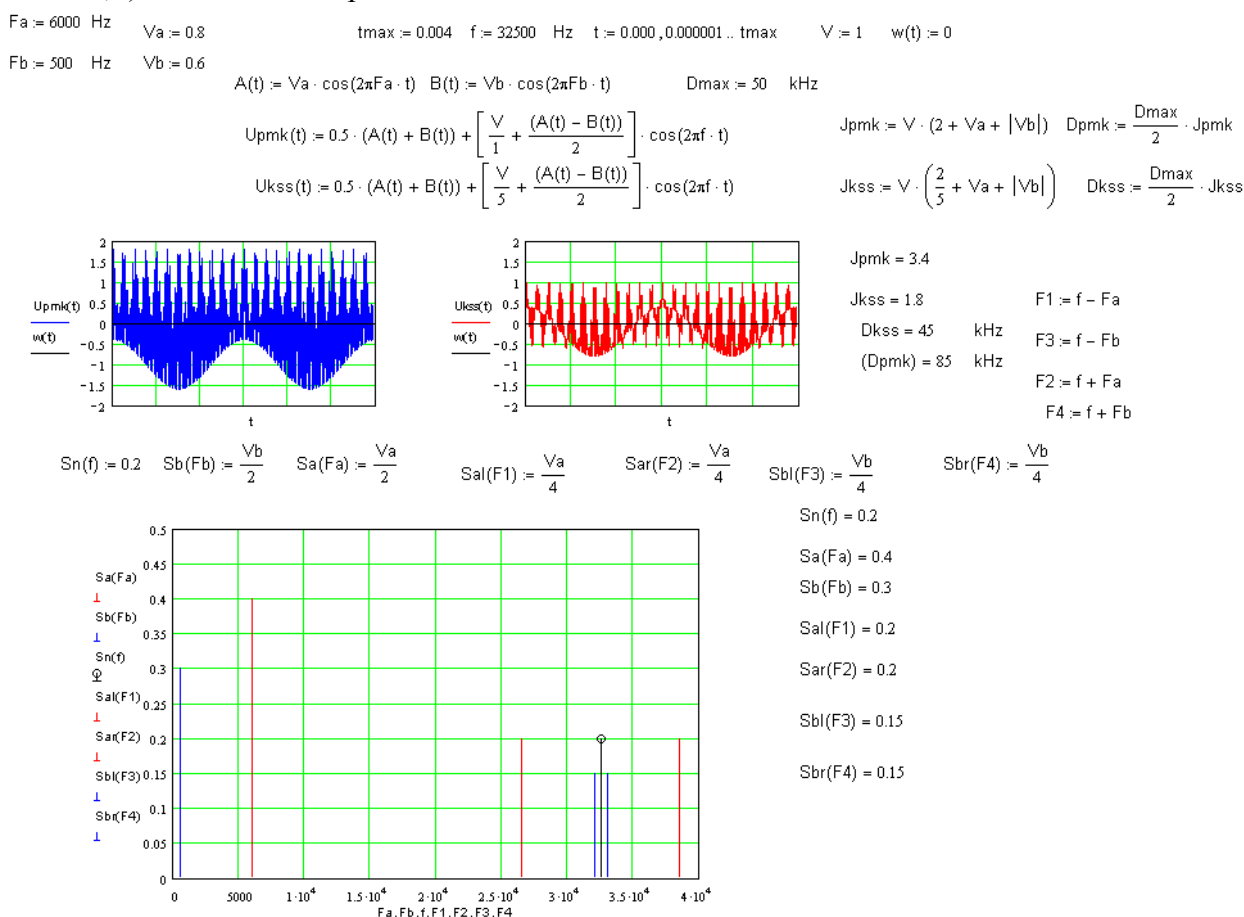

Рис.1.4. Окно программы «Исследование полярной модуляции».
- Кнопкой с пиктограммой откройте окно программы MathCad LR-1 ВС «Полярная модуляция» (рис.1.4).